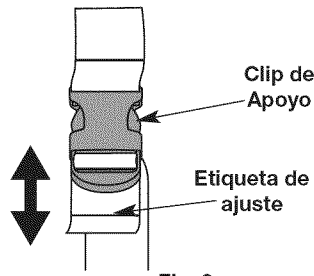

Fig. 3
- Ajústela levantándola ligeramente en la parte posterior de la presilla inferior, empuje o tire del extremo suelto de la correa para adaptarla al tamaño y comodidad del operador. (Fig. 3).